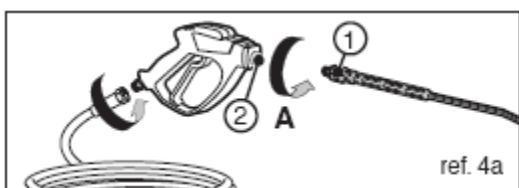

Рис. 4a
Для установки струйной трубки на пистолет достаточно вставить резьбовой конец струйной трубки (см. рис. 4a/4b, поз.1) в отверстие на пистолете (см. рис. 4a/4b, поз. 2); затем ввернуть струйную трубку, как указано стрелкой (A) до полного соединения (см. рис. 4a/4b).